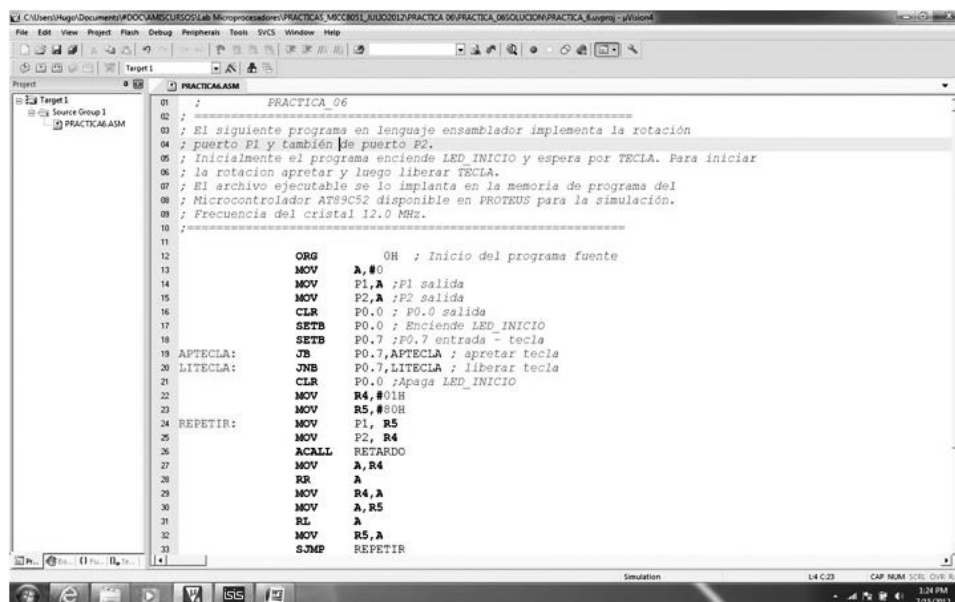

Figura 16.28: Crear archivo ejecutable. Paso 4
4. Retornamos a la ventana del programa fuente (Figura 16.28).